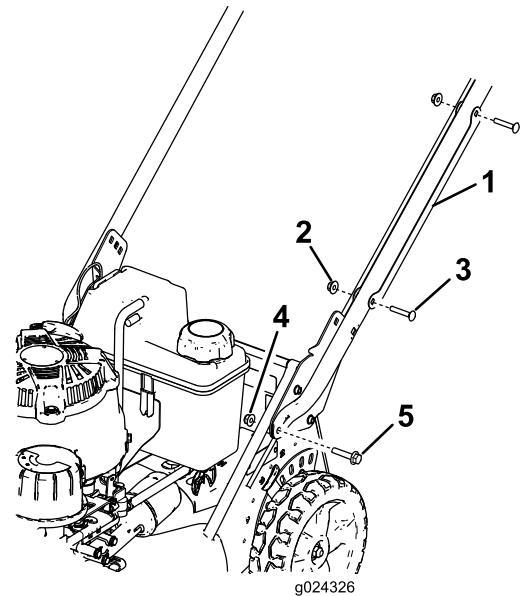

Figura 3
1. Retire los 2 pernos de cuello cuadrado y las 2 arandelas que sujetan el protector de cable al manillar, y retire el protector del cable del manillar (Figura 3).
2. Instale los extremos del manillar en la carcasa de corte con 2 pernos de cabeza hexagonal con arandela prensada (5/16 x 1-1/2") y 2 tuercas con arandela prensada (5/16"), según se muestra en Figura 3.
- Perno de cuello cuadrado – 5/16 x 1-1/2" (2)
- Soporte del manillar (2)
- Tuerca con arandela prensada – 5/16" (2)
- Posicione el protector de cable en el manillar **con el/los cable(s) dentro del protector**, y sujete el protector al manillar con los 2 pernos de cuello cuadrado y las 2 contratuercas que retiró anteriormente (Figura 3).